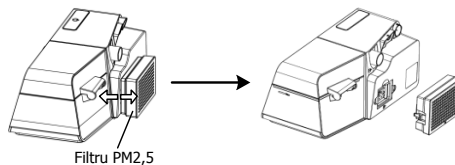

Fig. 19-9
(3) Înlocuiți filtrul de aer și capacul filtrului de la filtrul PM2,5, așa cum se arată în Fig. 19-9.